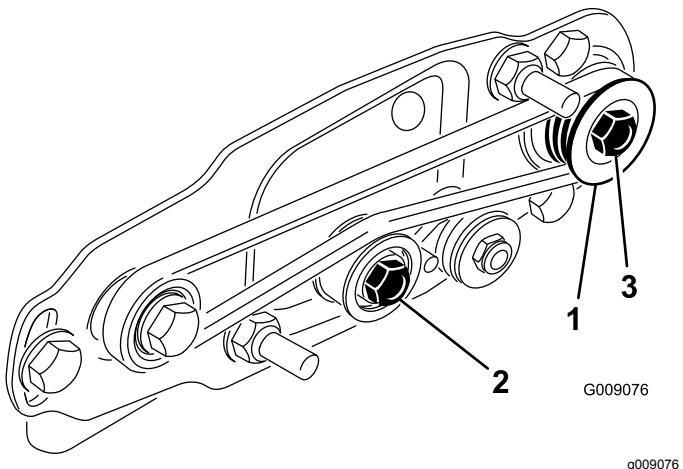
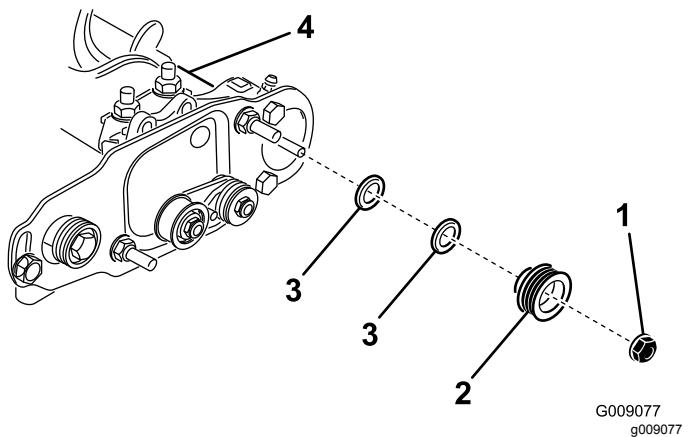

Figura 39
Figura 40
1. A polia acionada (no eixo da escova do rolo) pode-se movimentar para dentro ou para fora (Figura 39).
2. Rodando o cilindro, que por sua vez roda a polia de transmissão, levante a correia da polia de transmissão (Figura 39).
3. Retire a porca de retenção de 5/16 pol. que fixa a polia acionada ao eixo da escova (Figura 39 ou Figura 40).
4. Retire a polia acionada do eixo (Figura 40).
5. Se a polia necessita de sair mais, adicione um espaçador de 0,8 mm de espessura (Figura 40). Se a polia necessita de entrar mais, remova o espaçador existente de 0,8 mm de espessura.